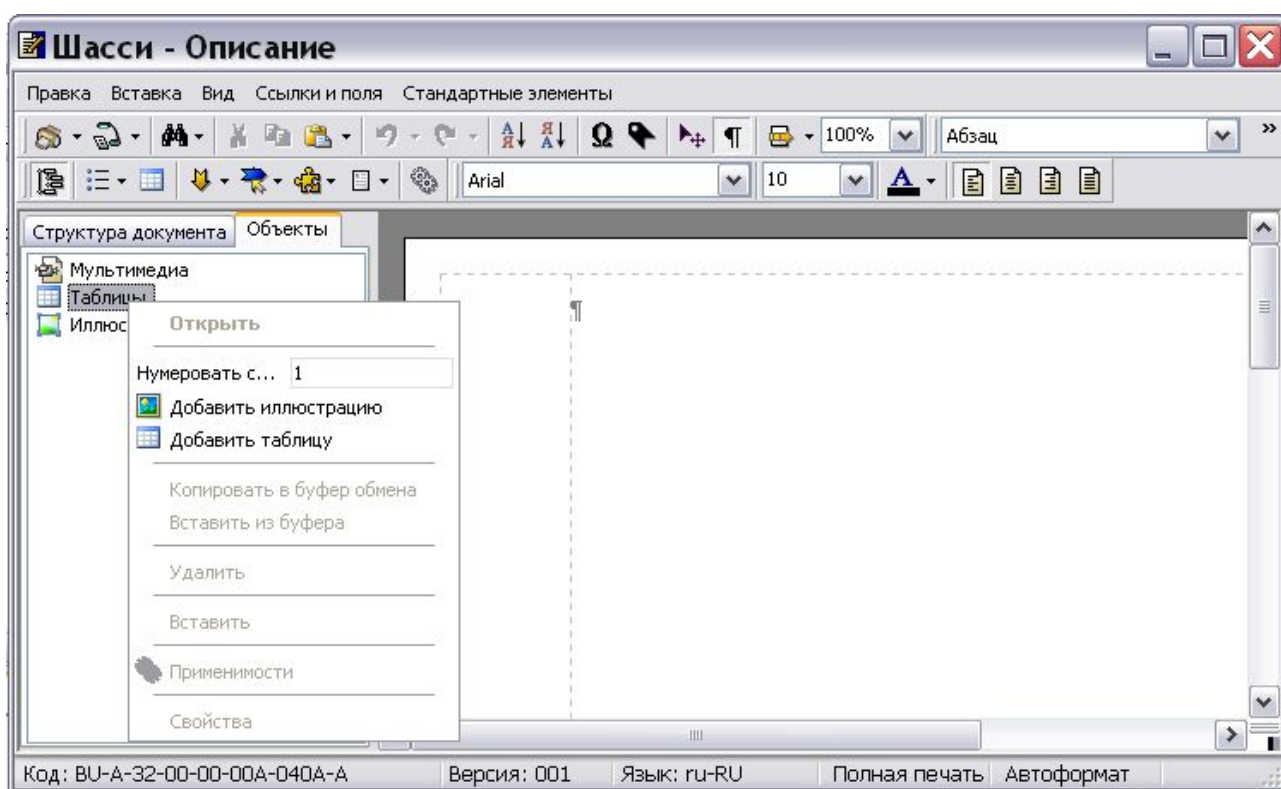

Рис. 3.65
1. На инструментальной панели **Объекты** нажмите на кнопку **Структура и объекты** . В левой части окна редактора на вкладке **Объекты** появится список объектов, которые можно вставлять в документ (Рис. 3.65).
2. Щелкните правой кнопкой мыши по названию объекта **Таблицы**. После этого появится контекстное меню (Рис. 3.65). Про пункт меню **Нумеровать с...** будет рассказано позже, после создания таблицы (см. подраздел «**Нумерация объектов**» в данном разделе).